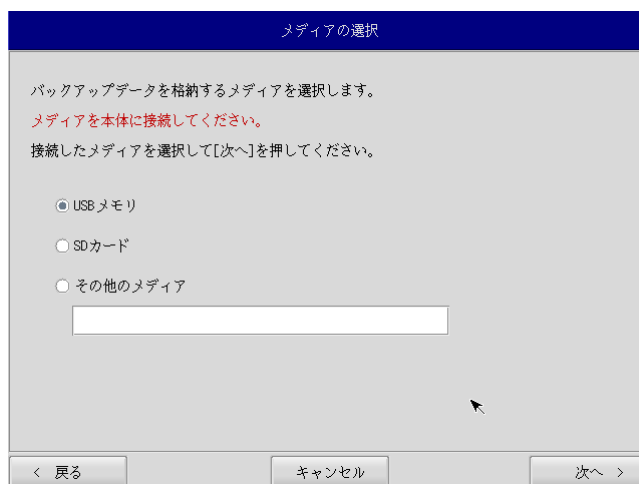

図 6-3-1. メディア選択画面
- ② メディア選択画面（図 6-3-1）が表示されます。バックアップファイルを保存するメディアを選択します。USB メモリまたは SD カードを選択し、本体にメディアを接続します。[次へ]ボタンを押します。